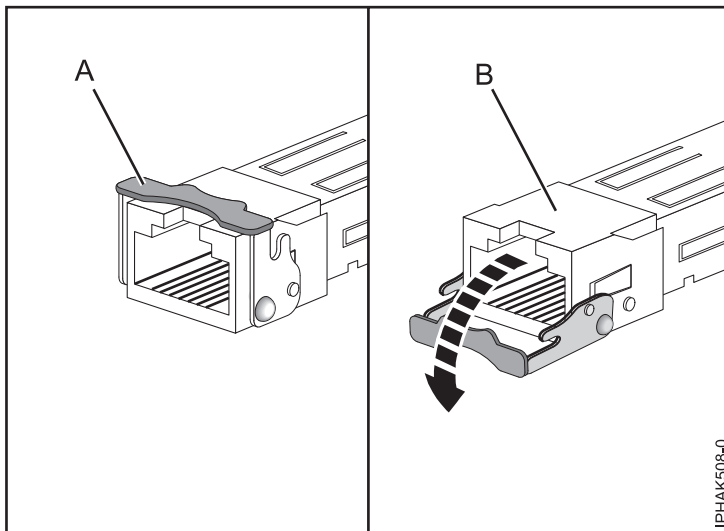

Abbildung 37. SFP-Transceiver aus Adaptern ausbauen
- b. Öffnen Sie die Verriegelung (A), indem Sie sie von der Karte weg nach unten drehen, wie in Abb. 37 dargestellt.
- c. Schieben Sie den Transceiver (B) aus dem Adapter.